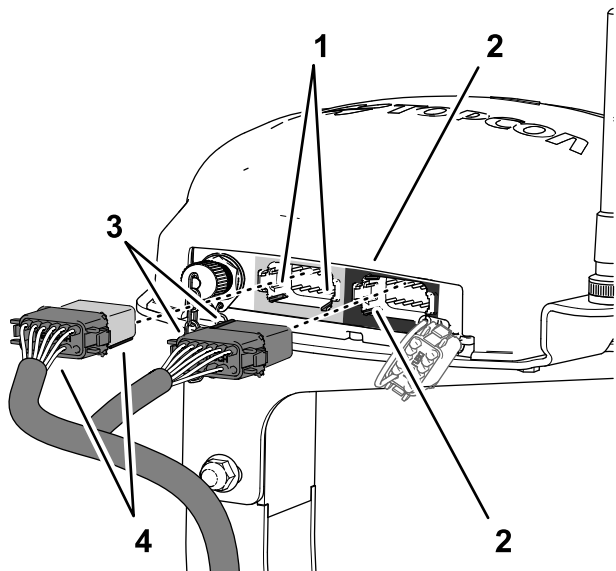

図 197
灰色 12ピンコネクタの底部の水平面にある2本のスロットに合わせて接続する図 197。
- データ用ハーネスの灰色と黒色の12ソケットコネクタを、ナビゲーション受信機の左側灰色12ピンコネクタに接続する。カチッと音がしてロックするまで押し込むこと図 197。
- データ用ハーネスの黒色の12ソケットコネクタの短い側にある2本の整列キーを、ナビゲーション受信機の右側黒色12ピンコネクタにある2本のスロットに合わせて接続する図 197。
- データ用ハーネスの灰色と黒色の12ソケットコネクタを、ナビゲーション受信機の左側灰色12ピンコネクタに接続する。カチッと音がしてロックするまで確実に押し込むこと図 197。